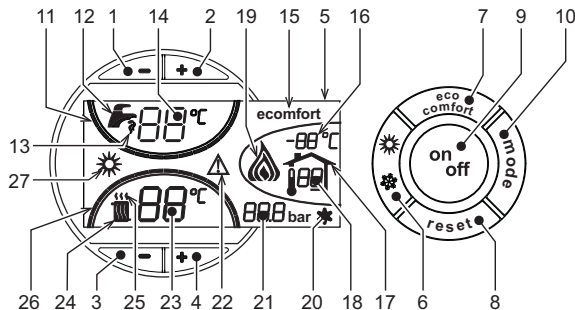
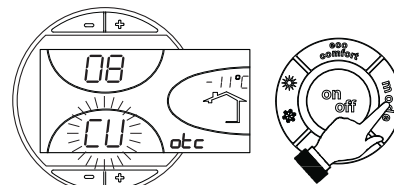

fig. 1 - Panneau de contrôle
fig. 11 - Courbe de compensation
En cas de besoin thermique (détecté par le thermostat d'ambiance ou la chronocommande à distance), l'air chaud au-dessus du radiateur (rep. 24 et 25 - fig. 1) clignote.
Les voyants des degrés chauffage (rep. 26 - fig. 1), s'allument au fur et à mesure que la température du capteur de chauffage atteint la valeur fixée.
Lors d'une demande d'eau chaude sanitaire (venant de l'ouverture d'un robinet d'eau chaude), l'icône du robinet d'eau chaude (rep. 12 et 13 - fig. 1) clignote. S'assurer que la fonction COMFORT (rep. 15 - fig. 1) est activée
Les voyants d'indication de chauffage (rep. 11 - fig. 1) s'allument au fur et à mesure que la température du capteur de l'eau chaude sanitaire atteint la valeur programmée.
Lorsque le chauffage du ballon est actif (réglage par défaut), le pictogramme COMFORT est actif sur l'afficheur (rep. 15 - fig. 1), tandis que lorsqu'il est désactivé, c'est le pictogramme ECO qui est actif sur l'afficheur (rep. 15 - fig. 1)
Le ballon peut être désactivé par l'utilisateur (mode ECO) en appuyant sur la touche eco/confort (rep. 7 - fig. 1). Pour activer le mode COMFORT, appuyer sur la touche eco/confort (rep. 7 - fig. 1).
Appuyer sur la touche **on/off** (rep. 9 - fig. 1) pendant 1 seconde.
Pour rallumer la chaudière, appuyer à nouveau sur la touche **on/off** (rep. 9 - fig. 1) pendant 1 seconde.
- Appuyer sur la touche ON/OFF (9 - fig. 1).
Appuyer sur la touche **été/hiver** (rep. 6 - fig. 1) pendant 1 seconde.
L'afficheur montre le symbole Été (rep. 27 - fig. 1) : la chaudière ne fournira que de l'eau chaude sanitaire. Le système hors-gel reste actif.
Pour désactiver le mode Été, appuyer à nouveau sur la touche **été/hiver** (rep. 6 - fig. 1) pendant 1 seconde.
Pour régler la température entre 30° C (minimum) et 80° C (maximum), agir sur les **tou- ches du chauffage** (rep. 3 et 4 - fig. 1).
Pour régler la température entre 10 °C (minimum) et 65 °C (maximum), agir sur les **tou- ches eau chaude sanitaire** (rep. 1 et 2 - fig. 1).
Lorsqu'une sonde extérieure (option) est installée, l'afficheur du tableau des commandes (rep. 5 - fig. 1) montre la température extérieure actuelle mesurée par la sonde. Le système de régulation de la chaudière travaille en mode "température évolutive". Dans ce mode, la température d' l'instal- lation chauffage est réglée en fonction des conditions climatiques extérieures de manière à garantir un confort élevé et une économie d'énergie pendant toute l'année. En particulier, lorsque la température extérieure augmente, la température de départ installation diminue selon une cour- be donnée "de compensation".
Avec le réglage évolutif, la température programmée à l'aide des touches chauffage (rep. 3 et 4 - fig. 1) devient la température maximum de départ installa- tion. Il est conseillé de régler la valeur maximale pour permettre au système de réguler la température sur toute la plage utile de fonctionnement.
Appuyer une fois sur la touche **mode** (rep. 10 - fig. 1) pour afficher la courbe de compensation actuelle (fig. 11). Il est possible de la modifier à l'aide des **tou- ches eau chaude sanitaire** (rep. 1 et 2 - fig. 1).